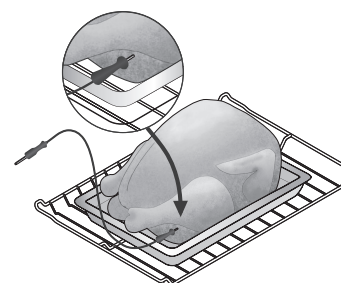

Figure 16 : Sonde insérée dans la partie la plus épaisse de la cuisse
- Pour une volaille ou une dinde, insérez la sonde dans la partie la plus épaisse de l'entrecuisse, juste sous la cuisse (voir figure 16).